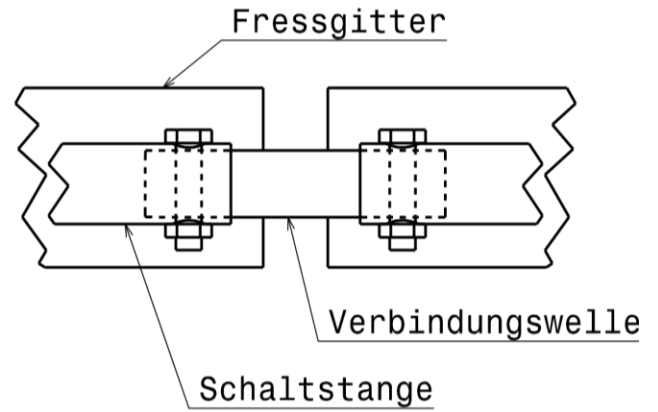

Abb. 2
3. Verbindungsrohre für die Schaltstangen anbringen Abb. 2